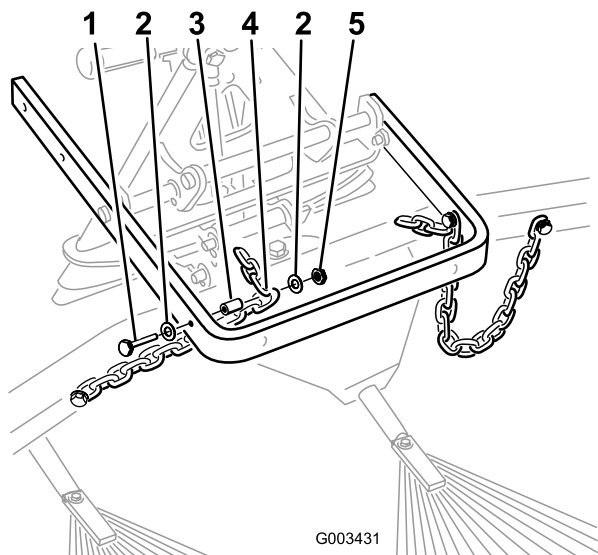

Figure 12
- Fixez le troisième maillon de chaque chaîne à l'intérieur du bras de levage avec un boulon (3/8 x 2-1/2"), 2 rondelles (3/8 x 7/8"), une entretoise et un contre-écrou (3/8 pouce) (Figure 12).